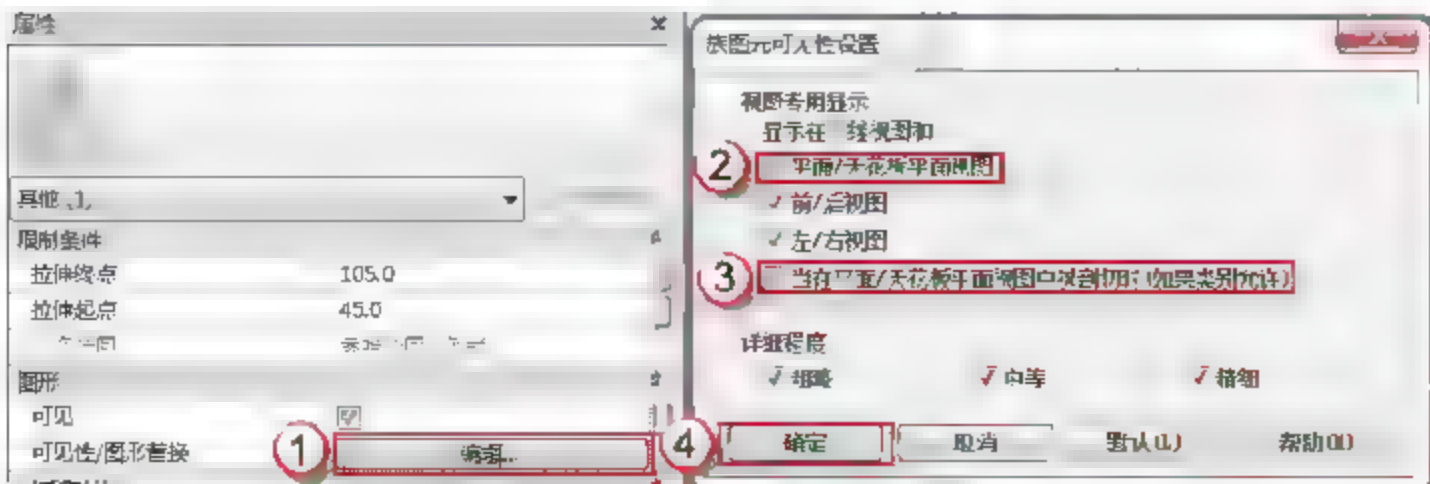

图 7.2.31 修改窗框的可见性
(6) 修改 MQ7196 窗框的可见性。在窗框的“属性”面板中，单击“图形”栏“可见性/图形替换”后的“编辑”按钮，弹出“族图元可见性设置”对话框，取消“平面/天花板平面视图”和“当在平面/天花板平面视图被剖切时（如果类别允许）”复选框的选择，单击“确定”按钮，如图 7.2.31 所示。